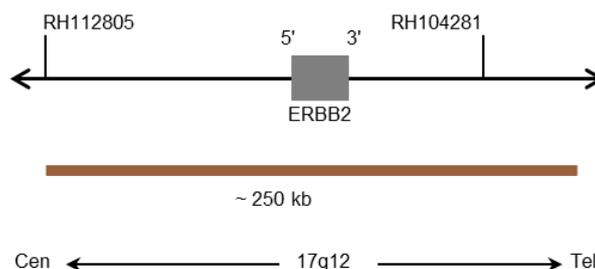

Fig. 1: SPEC ERBB2 Mapa da sonda (não à escala)
- Polinucleótidos marcados com digoxigenina (~1,8 ng/ $\mu$ l), que têm como alvo sequências mapeadas em 17q12\* (chr17:37,725,661-37,973,541) que albergam a região do gene ERBB2 (ver Fig. 1).